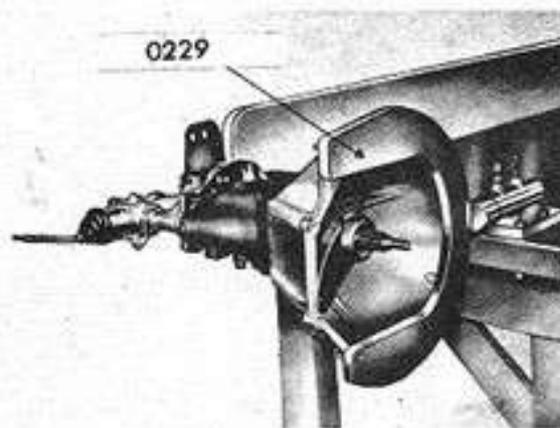

Fig. 4 - Caja de velocidades montada sobre la herramienta N° 0299
1. Sacar la caja del vehículo y colocarla en la herramienta N° 0299 (Fig. 4).